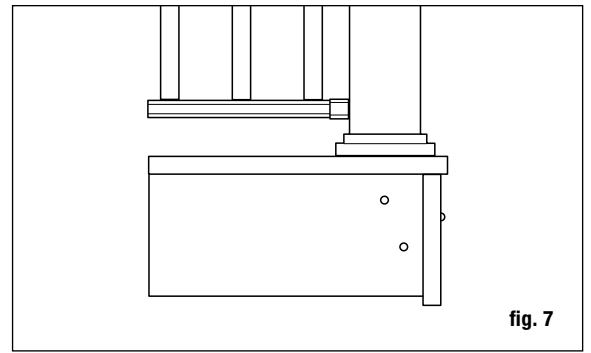

fig. 7
**Paso 3** Posicione, alinee verticalmente con un nivel, y sujete con abrazaderas el poste de barandal de escalera a la cara interior del travesaño. Vuelva a alinear verticalmente. El poste de barandal de 4x4 debe sujetarse con pernos al interior del travesaño usando dos pernos de carrocería galvanizados de 1/2" x 6". Los postes en esquinas requieren un tercer perno de carrocería insertado a través de la viga adyacente (fig. 7). Los postes a nivel de piso deben fijarse en concreto.